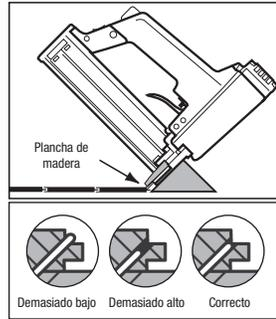

Figura 8
- Ajuste el compresor a 70 PSI. Si se causa daños a la lengüeta, disminuya la presión de aire (Figura 8).